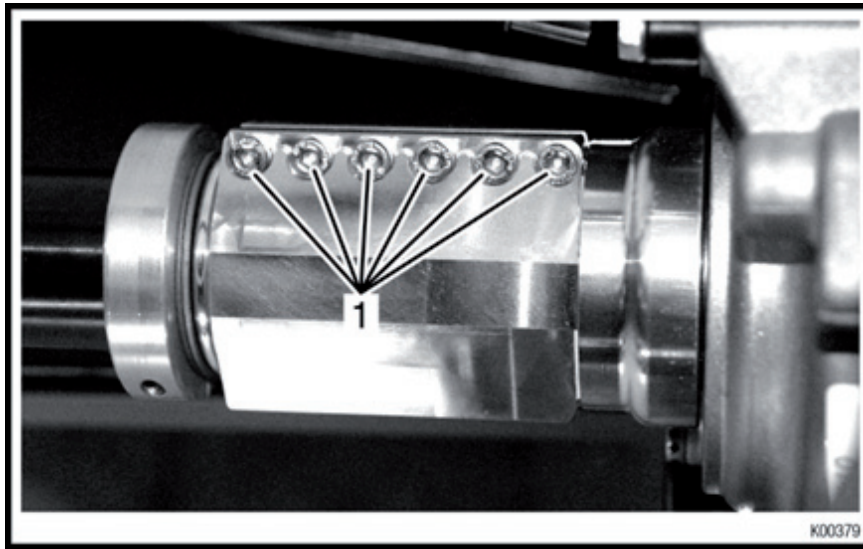

Fig. 11
- ➔ Serrer les 6 vis CHC (rep. 1, fig. 11) sur le limiteur de couple à 10 Nm (88 lbf.in.).